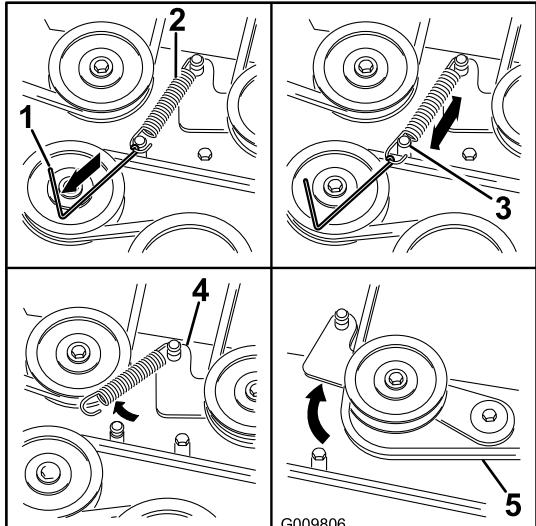

Figura 67
- 5. Usando una herramienta para la retirada de muelles (Pieza Toro N° 92-5771), retire el muelle tensor del espárrago de la carcasa para eliminar la tensión de la polea tensora (Figura 67).
8. Pase la correa nueva alrededor de las poleas del cortacésped y de la polea del embrague, debajo del motor (Figura 67).
9. Usando una herramienta para la retirada de muelles (Pieza Toro N° 92-5771), instale el muelle tensor sobre el espárrago de la carcasa para tensar la polea tensora y la correa del cortacésped (Figura 67).